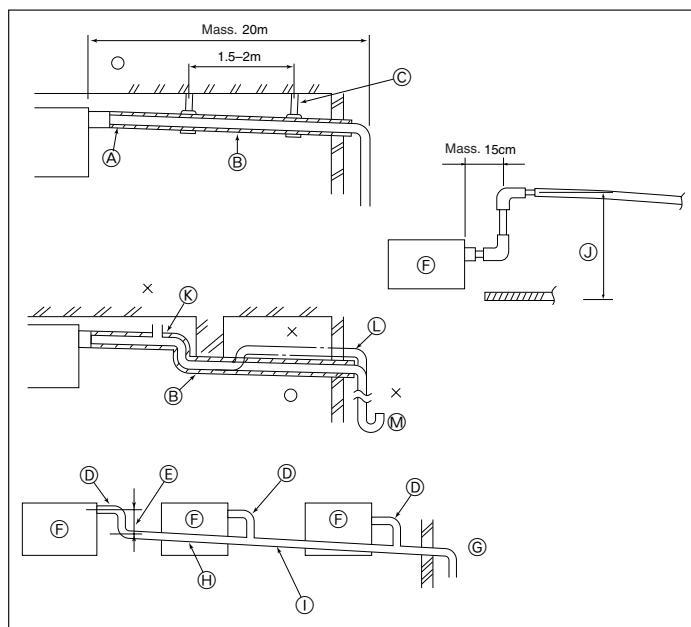

Fig. 3-4
- ① Avvolgere il tubo del gas con la protezione grande in dotazione, accertandosi che l'estremità della protezione sia in contatto con il lato dell'unità.
- ② Avvolgere il tubo del liquido con la protezione piccola in dotazione, accertandosi che l'estremità della protezione sia in contatto con il lato dell'unità.
- ③ Fermare entrambe le estremità di ogni protezione con i nastri in dotazione (attaccare i nastri a 20 mm dalle estremità della protezione dei tubi).
3.4. Installazione della tubazione di drenaggio (Fig. 3-4)
- ① Tubazione corretta
- ② Tubazione non corretta
- ③ Materiale isolante (almeno 9 mm)
- ④ Inclinazione (almeno 1/100)
- ⑤ Supporto in metallo
- ⑥ Spurgo dell'aria